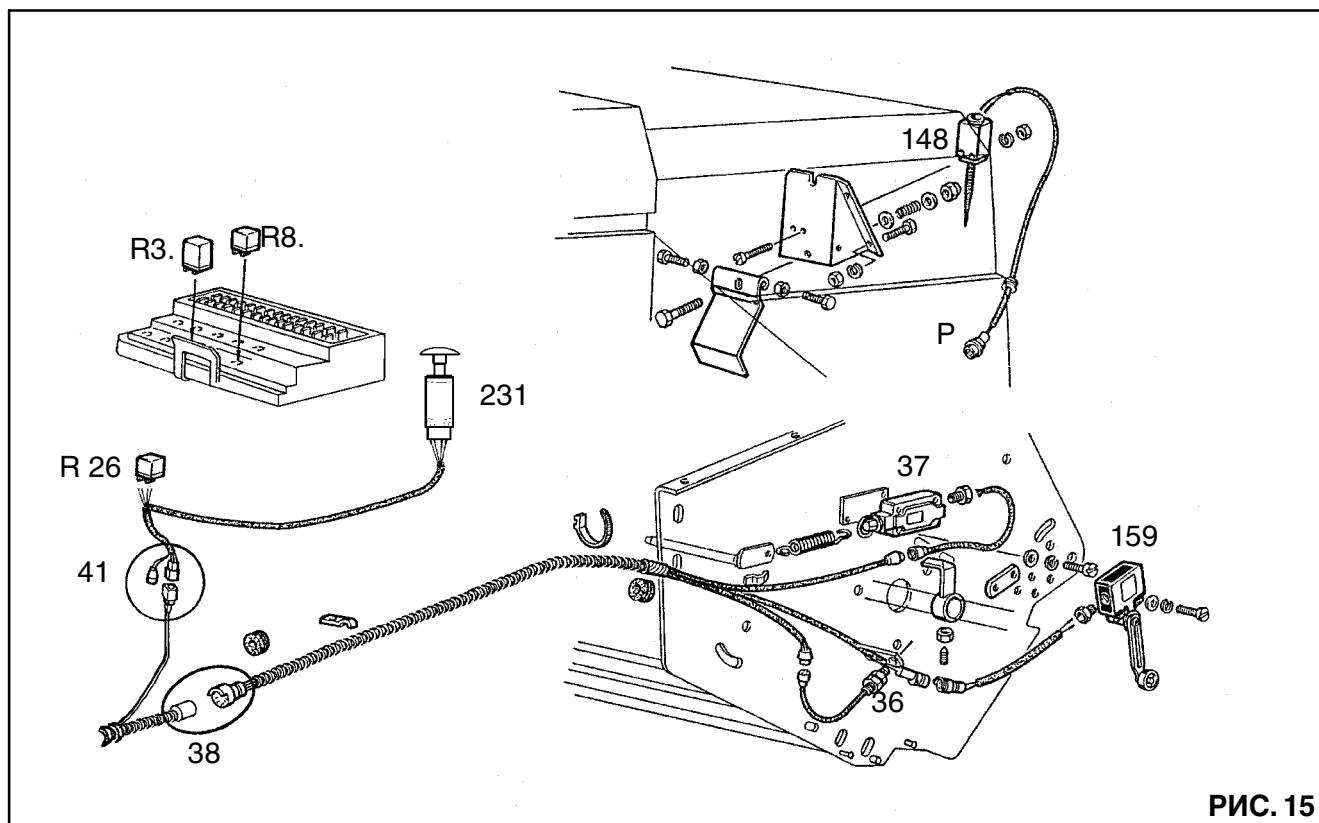

РИС. 15
- P. Розетка для подключения вспомогательного микровыключателя перегрузки клавишного соломотряса (148) к соломорезка (см. рис. 15)
ЭЛЕКТРИЧЕСКАЯ ЦЕПЬ УПРАВЛЕНИЯ СОЛОМОРЕЗКОЙ И ПРИВОДОМ - Рис. 15